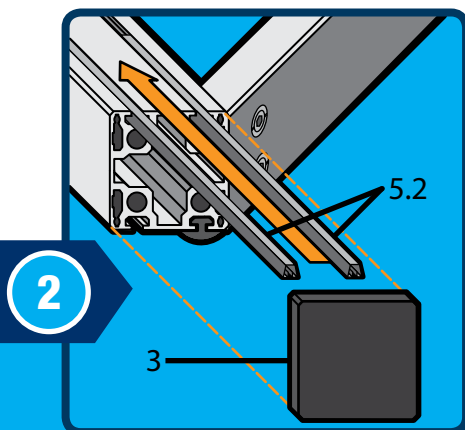

Fig. 41
- 4 Kombiprofil, grau 440 mm lang (5.2) (Fig. 41)
- 10 Anker, gerade (7)
- 10 Querstücken mit Gewindeeinsatz (8)
- 4 Abdeckkappen 40x80 mm, schwarz (6)